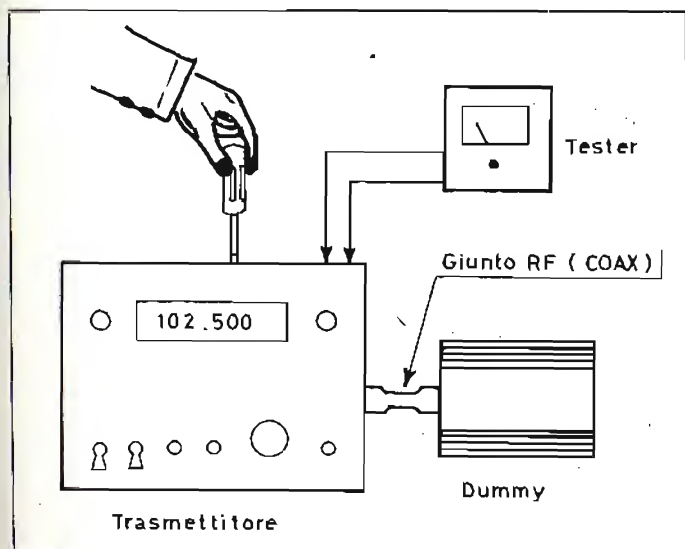

Fig. 5 - Impiego tipico del carico fittizio durante le operazioni di taratura di una stazione emittente.
1) Con il dummy, si può controllare ogni corrente e tensione che circoli in qualunque trasmettitore, o amplificatore di potenza RF operante **a pieno carico** senza irradiare nulla e senza disturbare nemmeno chi compia analoghe operazioni di misura in un banco vicino, nell'ambito dello stesso laboratorio: fig. 5.